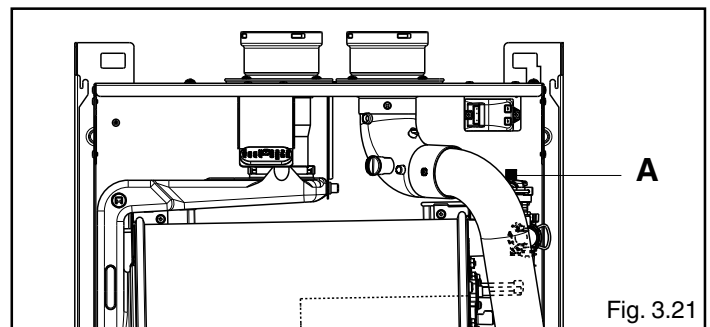

Fig. 3.21
- aprire di due o tre giri il tappo della valvola di sfogo aria automatica di caldaia (**A - Fig. 3.21**); per permettere un continuo sfianto dell'aria, lasciare aperto il tappo